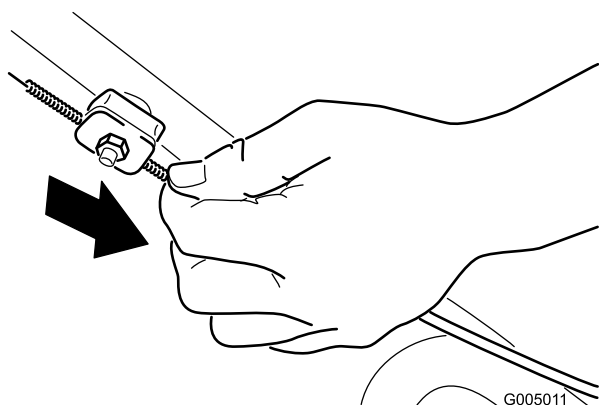

Figura 37
2. Tire hacia abajo de la cubierta del cable (hacia el cortacésped) hasta eliminar la holgura en el cable (Figura 37).